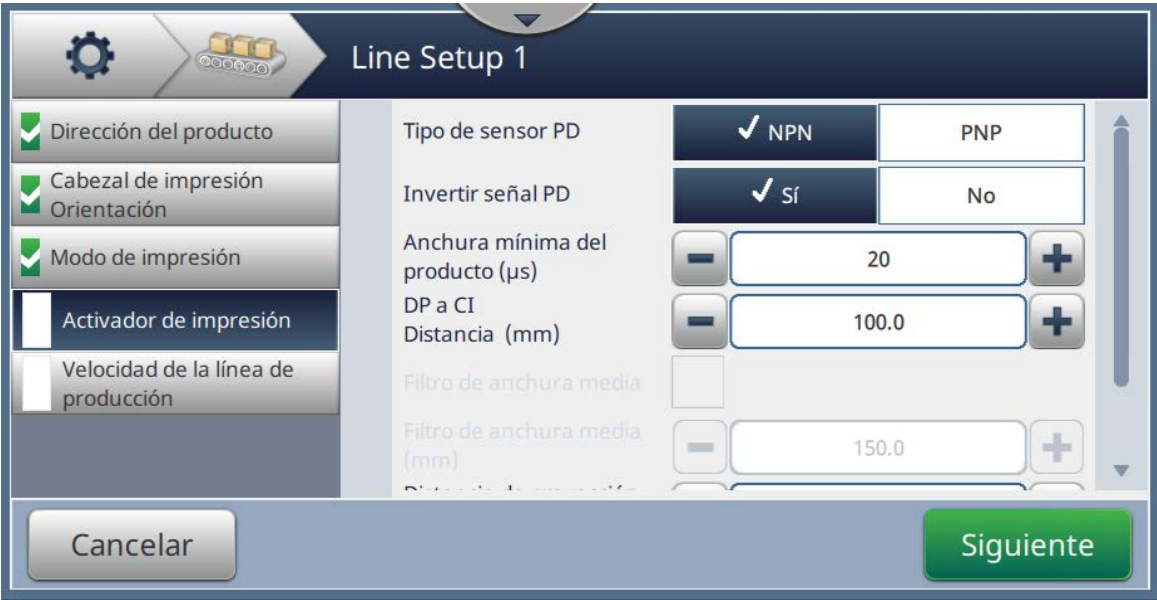

Figura 6-34: Configuración de línea: Activador de impresión
- 1. Pulse la opción *Activador de impresión* en la pantalla Configuración de línea, como se muestra en la Figura 6-34.